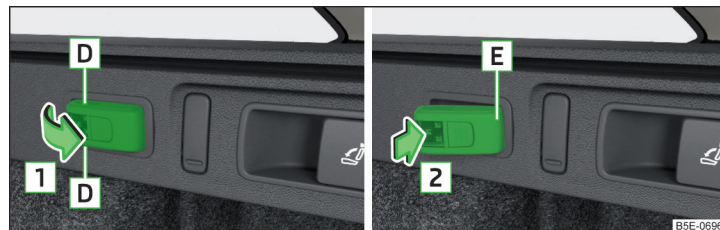

Fig. 143 Desmontar la lámpara / Insertar la lámpara
- Para **retirar** la lámpara en la zona **D** y pívotela en el sentido de la flecha **1** » fig. 143.
- Para **colocar**, colocar primero la lámpara con la parte trasera **E** en el soporte » fig. 143 y luego presionar la lámpara en sentido de la flecha **2**, hasta que se escuche el sonido de encaje.